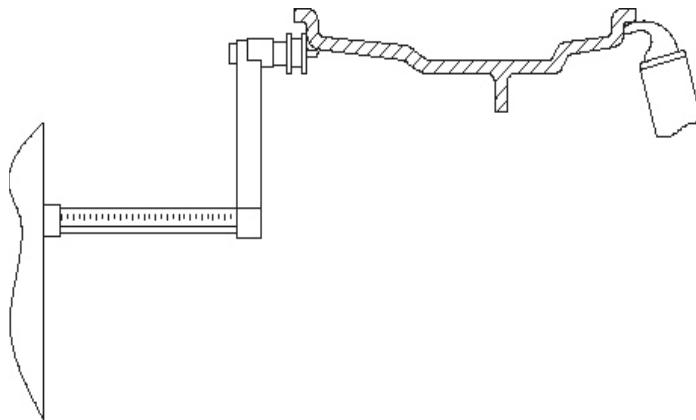

Figura F3.6- Obtención automática de parámetros bajo los modos de STD, ALU1, 2, 3, 4, 5,
- 2) Saque las dos reglas de medición al mismo tiempo y déjelas en la posición que se muestra en la Figura F3.6;
- 2) Retire la regla de distancia / diámetro como se muestra en la Figura F3.6 contra el borde de llanta;